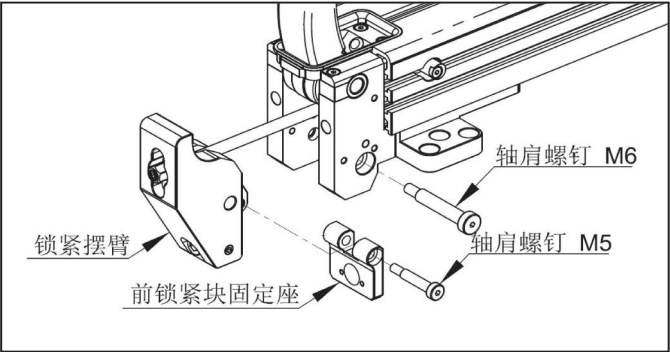

图 9-5
- (5) 如图 9-5,拆下 2 个轴肩螺钉,拆下前锁紧块固定座,拉出锁紧摆臂。